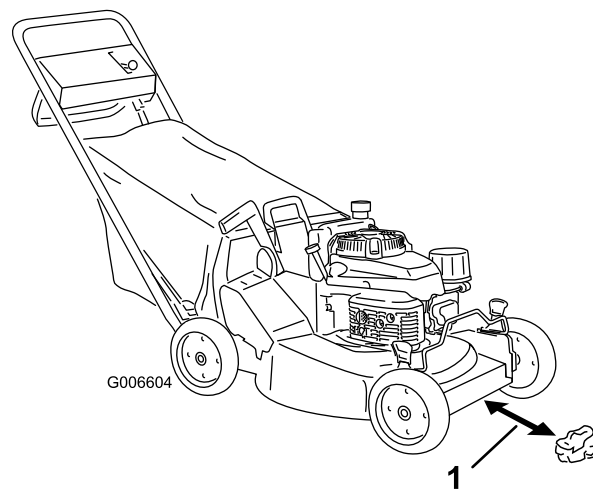
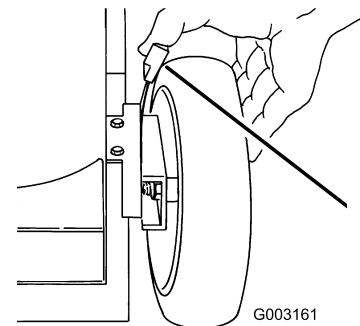

Figura 14
Figura 19
3. Ajuste las cuatro ruedas a la altura de corte de 64 mm (2-1/2 pulg.) (Figura 19).
4. Mueva el control de velocidad sobre el terreno a la posición de Punto muerto (N).
5. Tome media página de periódico y haga una bola con ella que sea lo suficientemente pequeña como para pasar por debajo de la plataforma (unas 76 mm o 3 pulgadas de diámetro), según muestra Figura 14.
6. Coloque la bola de papel de periódico a unas 12,7 cm (5 pulg.) por delante del cortacésped (Figura 14).
- A. Coloque la bola de papel de periódico a unas 12,7 cm (5 pulg.) por delante del cortacésped (Figura 14).
1. Tire de la palanca de ajuste de la altura de la rueda hacia la rueda (Figura 19) y muévela a la posición deseada.